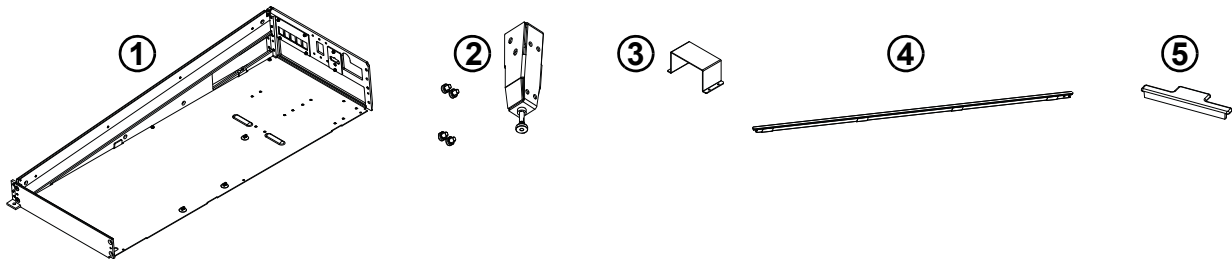

图 10 机架盒架套件组件（未显示线束）
- 3 分拣各个组件（见图 10），然后留意一下机架盒架的尺寸：大号或小号。组装过程中的部分步骤可能因机架盒架的纵深（大号或小号）而异（见相应说明）。